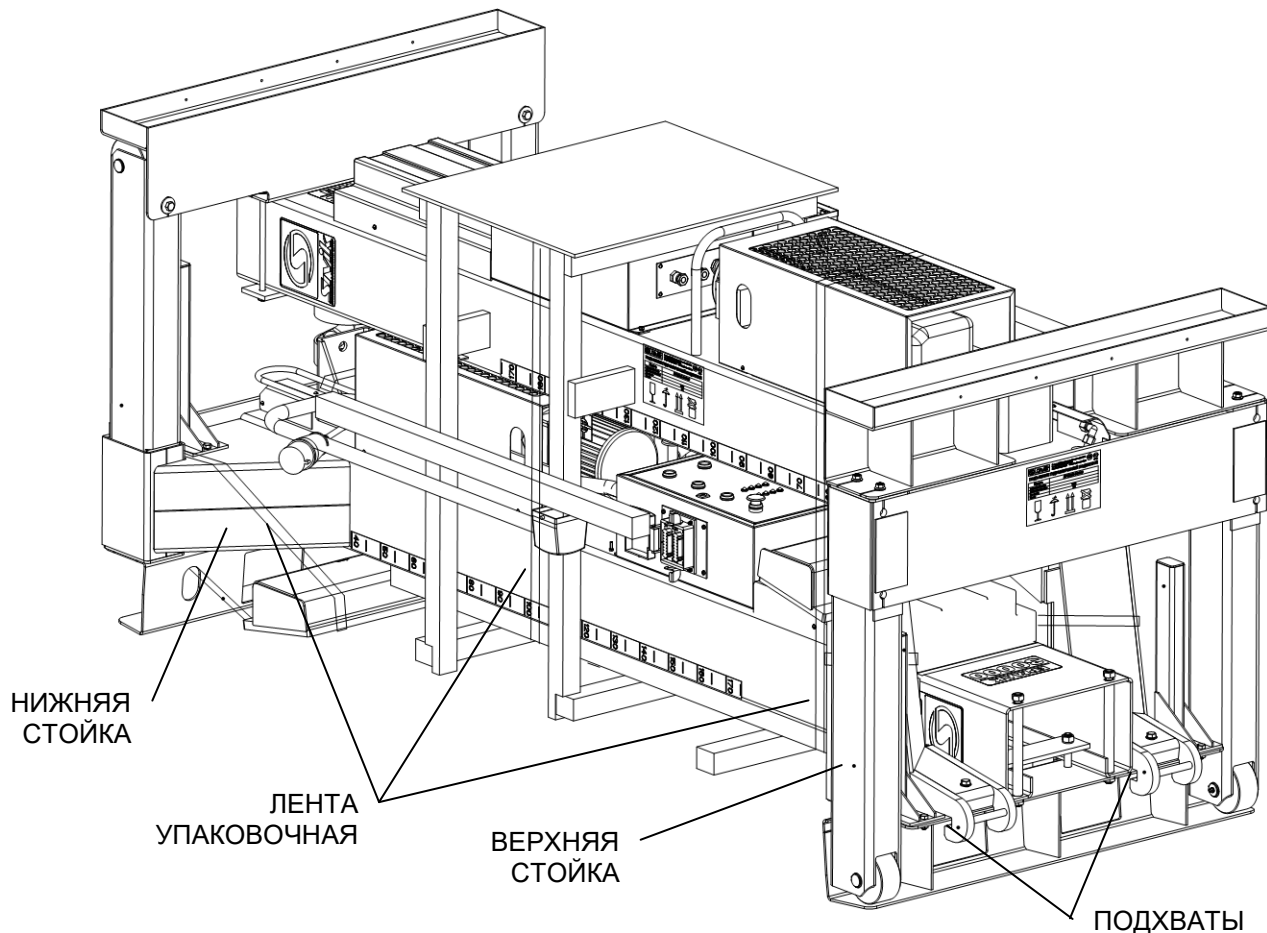

Рисунок 6.1 - Упаковочное место
6.1 Подъемник поставляется в частично разобранном виде и упакован в два (три) упаковочных места (рисунок 6.1). Сборка стоек подъемника должна проводиться специалистами, согласно рисункам 4.5, 4.6 и 4.7. Произвести перестановку опор 4 каждой стойки в той же комплектности как стояли при транспортировке и затянуть болтом 19. Установить упоры 23 и накладку 31 на место.